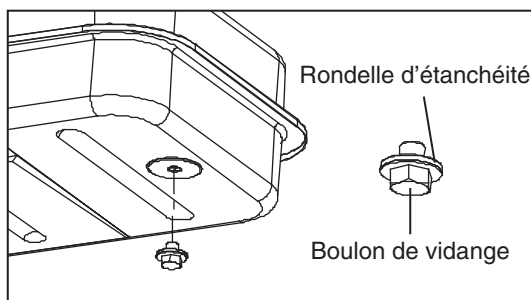

Figure 5. Boulon de vidange
3. À l'aide de la douille de $\frac{3}{4}$ po ou de la clé à molette, remplacez le boulon de vidange sur le réservoir à combustible. (Voir figure 5.)